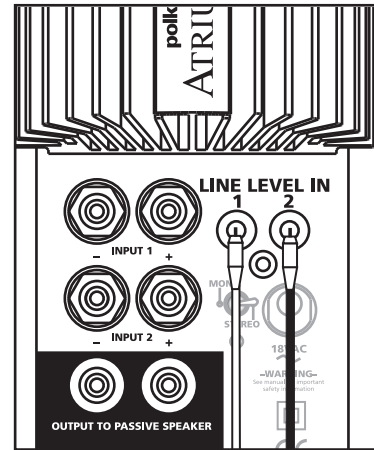

FIGURE 16
- Let the speaker and bracket slide straight down, allowing the screw head to slip behind the smaller end of the keyhole slot [figure 16].
- Laissez glisser l'ensemble support/enceinte vers le bas, permettant aux têtes de vis de glisser dans la partie étroite des fentes en trou de serrure [figure 16].